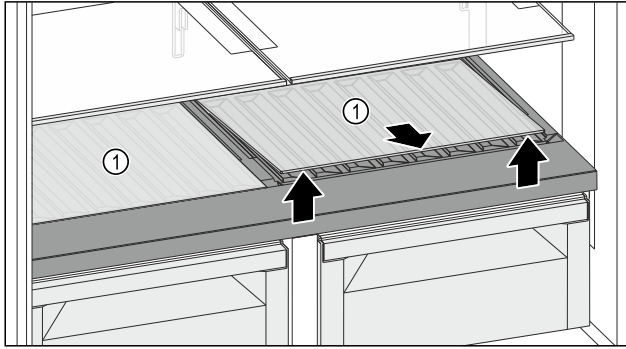

Fig. 131
- Eine Glasplatte oder beide Glasplatten Fig. 131 (1) an der Aussparung vorne anheben und herausnehmen.
- Glasplatte(n) Fig. 131 (1) außerhalb des Geräts sicher aufbewahren.